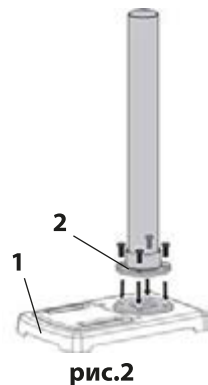
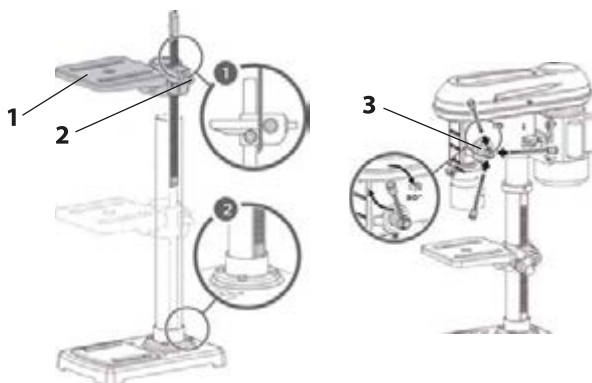

рис.2
рис.3
- установить основание станка (рис.2 поз.1) на ровную горизонтальную поверхность (верстак, рабочий стол);
- совместить четыре отверстия фланца колонны (рис.2 поз.2) с соответствующими отверстиями основания и скрепить четырьмя болтами.
Рабочий стол поставляется в сборе с хомутом (рис.3 поз.1) и болтом затяжным (рис.3 поз.2), фиксирующим рабочий стол на колонне. Надвинуть хомут со столом на колонну и зафиксировать затяжным болтом на нужной высоте. При необходимости сверления высоких заготовок, рабочий стол можно развернуть (ослабив затяжной болт) и использовать основание (рис.2 поз.1) в качестве рабочего стола.
с набалдашниками (рис.3 поз.3).